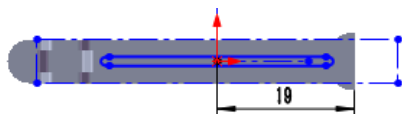

图 15.3.34 编辑草图
- (4) 编辑草图, 如图 15.3.34 所示。退出草图环境, 完成成形特征 3 的创建。